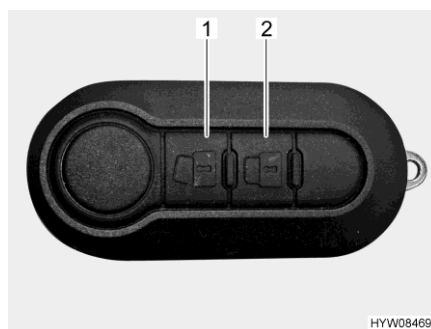

Bild 48 Fjärrstyrning centrallås
- Lås upp dörrarna: ■ Tryck en gång kort på knapp  (Bild 48,1). Dörrlåsen är upplåsta.
- Lås dörrarna: ■ Tryck en gång kort på knapp  (Bild 48,2). Dörrlåsen är låsta.